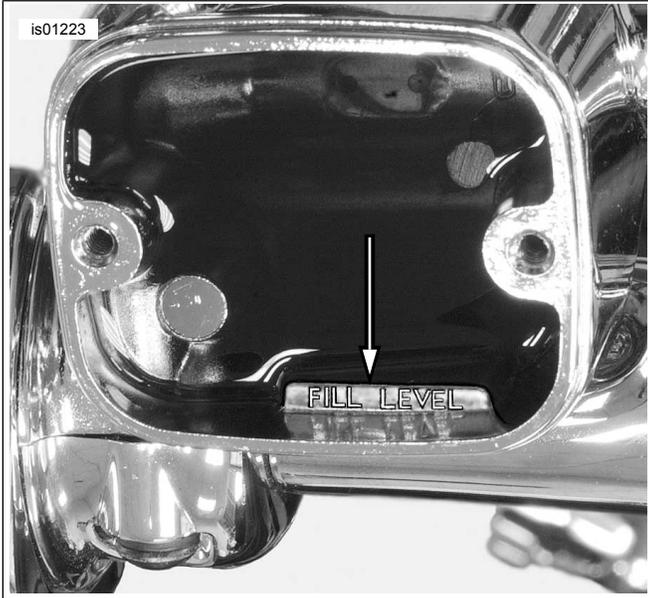

Figure 6. Niveau de remplissage
3. Voir Figure 6. Ajouter la qualité de liquide de frein spécifiée dans le manuel d'entretien dans le réservoir de maître-cylindre d'embrayage. Ne pas réutiliser le liquide de frein usagé. N'utiliser que du liquide de frein provenant d'un contenant scellé. Le niveau de remplissage initial du liquide ne doit pas dépasser l'indicateur de niveau de remplissage (FILL LEVEL).
6. Voir Figure 6. Remplir le réservoir au niveau de remplissage (FILL LEVEL) et répéter l'étape précédente trois fois ou plus jusqu'à ce qu'un flot constant de liquide d'embrayage s'échappe du raccord banjo et que le niveau de liquide dans le réservoir soit au niveau de remplissage (FILL LEVEL) avec la moto redressée.